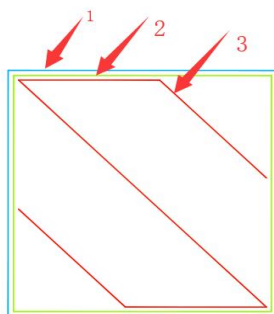

图 7
(2) 外壳速度（单位 mm/s）：即模型外壳（眼睛可以看到的模型侧面，也叫外壁）的打印速度（图 7 中 1 号轨迹的打印速度）。**速度越慢，模型打印效果越好。建议速度为：10-40mm/s**
(3) 内壳速度（单位 mm/s）：即模型内壳(也叫内壁，是模型的内部构造，打印完成后眼睛不可见)的打印速度（图 7 中 2 号轨迹的打印速度）。**速度越慢，模型打印效果越好。建议速度为：10-45mm/s**
(4) 填充速度（单位 mm/s）：即打印模型内部填充的速度（图 7 中 3 号轨迹的打印速度）；**10-80mm/s**